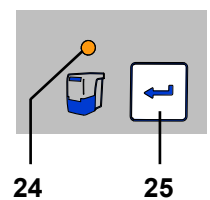

рис. 8
- ⇒ Нажмите кнопку «Ввод» (25) (счётчик для регистрации интервала времени сбрасывается).
- ◆ Индикатор «Контейнер для сбора пыли» (24) гаснет.
*В случае если контейнер для сбора пыли не был опорожнён, индикатор «Контейнер для сбора пыли» (24, рис. 8) продолжает светиться дальше. После выключения / включения прибора 3-х разовый звуковой сигнал вновь напоминает о необходимости опорожнить контейнер для сбора пыли.*